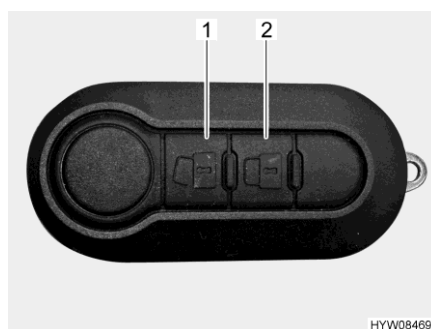

Fig. 49 Telecomando chiusura centralizzata (2 tasti)
- Sbloccaggio delle porte:** ■ Premere una volta brevemente il tasto  (Fig. 49,1). Le serrature sono sbloccate.
- Bloccaggio delle porte:** ■ Premere una volta brevemente il tasto  (Fig. 49,2). Le serrature sono bloccate.